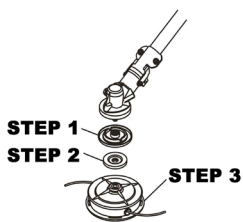

Fig. 8
- Aprieta los tornillos del cabezal de nylon seguramente. Fig.8